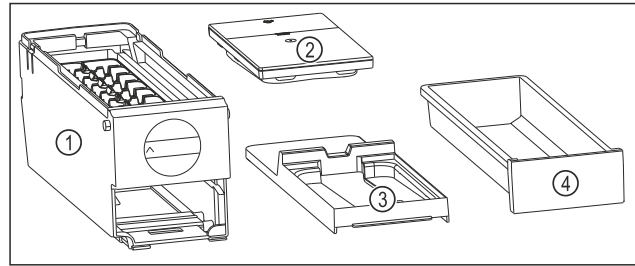

Fig. 93 Компоненти EasyTwist-Ice
- ▷ EasyTwist-Ice складається з чотирьох частин. (див. Fig. 93)
- ▶ Розбирайте EasyTwist-Ice тільки на зображені компоненти. (див. Fig. 93)
- ▶ Очистіть корпус EasyTwist-Ice Fig. 93 (1) без розбирання.